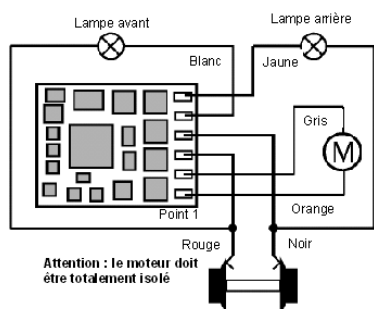

Fig 3
- Si la lampe est isolée du châssis de la locomotive, utilisez le principe de la Fig. 3 ce qui est le mieux, la lampe pour la lumière avant est raccordée entre le fil blanc du décodeur et le fil rouge, la lampe pour la lumière est arrière est raccordée entre le fil jaune du décodeur et le fil noir. Ce principe de raccordement permet de faire fonctionner les lampes en mode analogique.